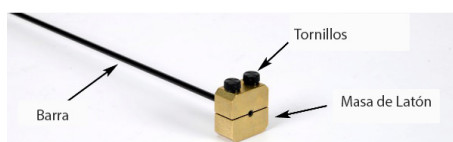

Figura 15.3: Masa del péndulo.
- Utilizar los dos tornillos para fijar la masa del péndulo a la barra como se muestra en la Figura 15.3. Más adelante en el experimento, la masa estará localizada en varios radios, pero ahora se deberá colocar el fondo de la misma al tope con el extremo de la barra.